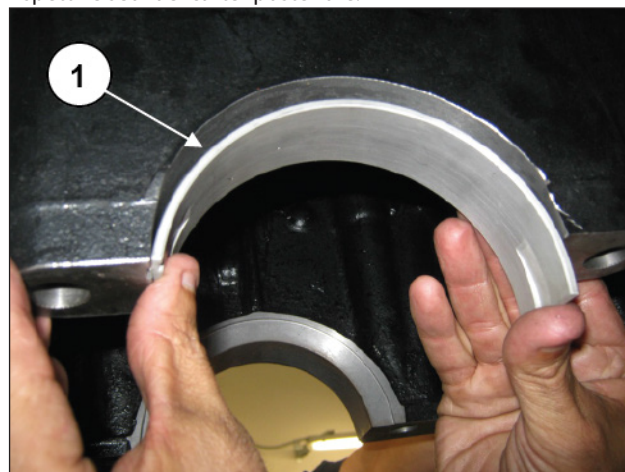

Fig. 108
Montare i semicuscinetti di banco (pos. ①, Fig. 108) nelle rispettive sedi del carter posteriore.